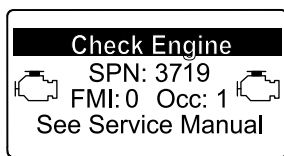

Bild 57
- Motorwarnung SPN 3719, FMI 0 (Bild 57)